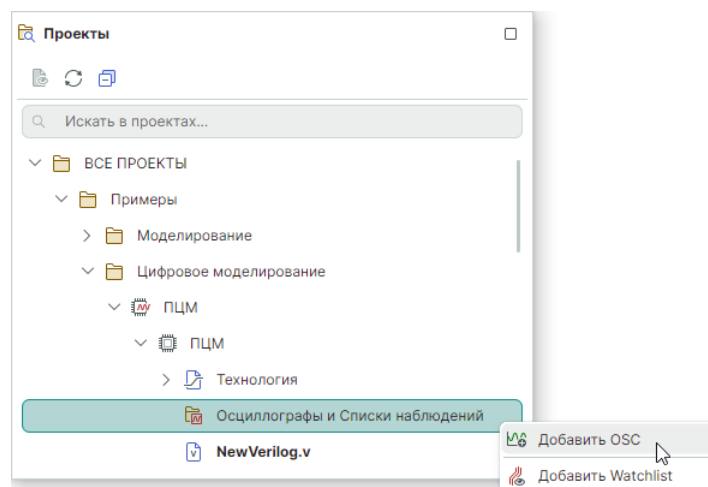

Рис. 29 Добавление осциллографа
3. Выберите пункт «Добавить OSC», см. Рис. 29.